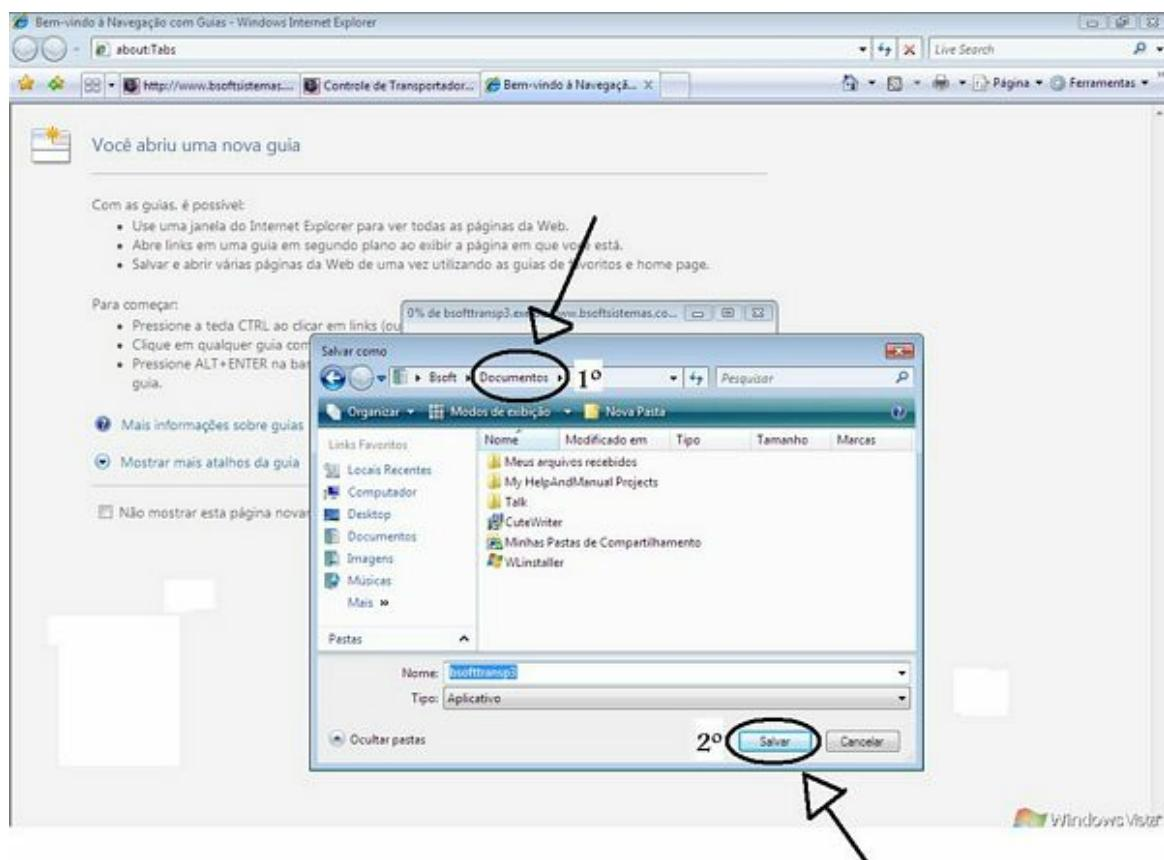
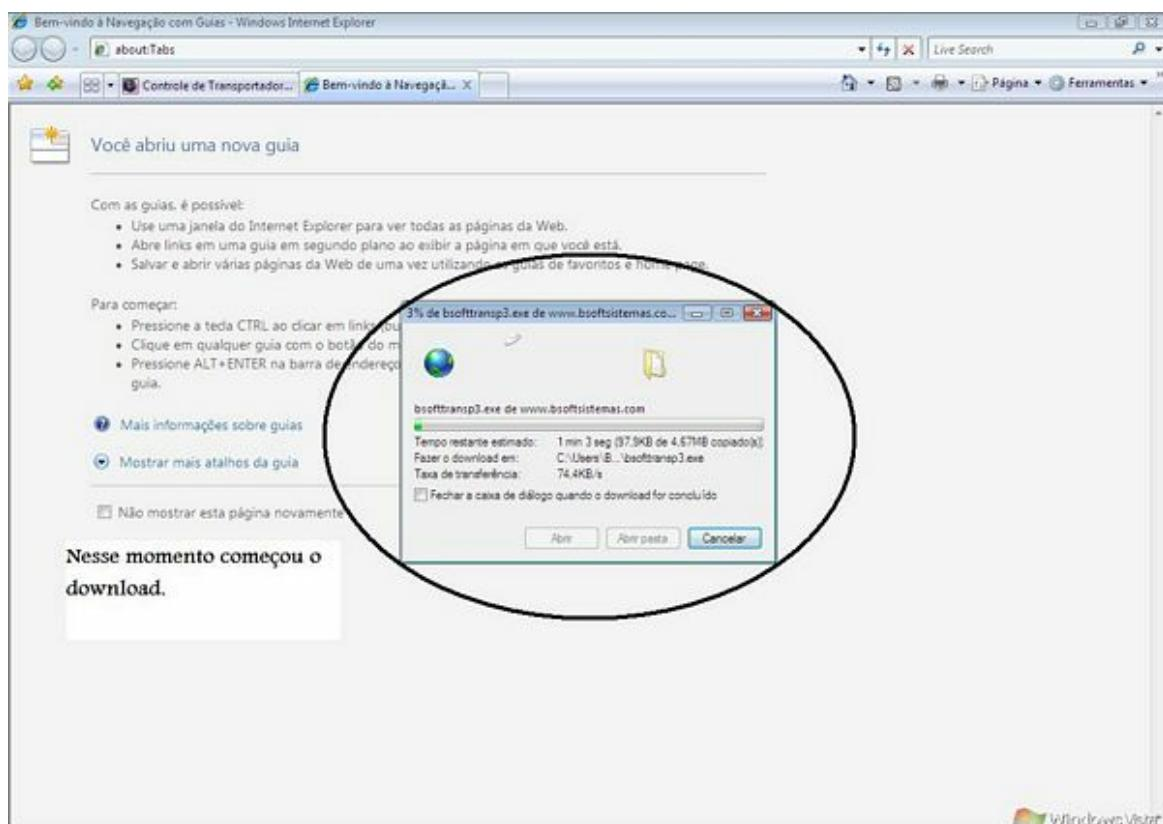

Fig. 02
Fig. 03
- Após clicarmos em "Salvar" (como mostra a Fig. 02), o download do Software irá começar (como mostra a Fig. 03):